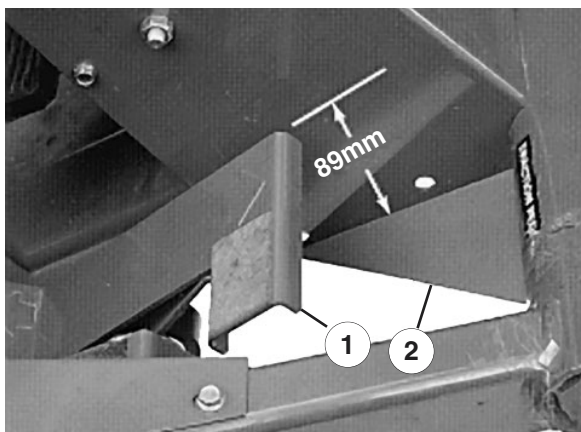
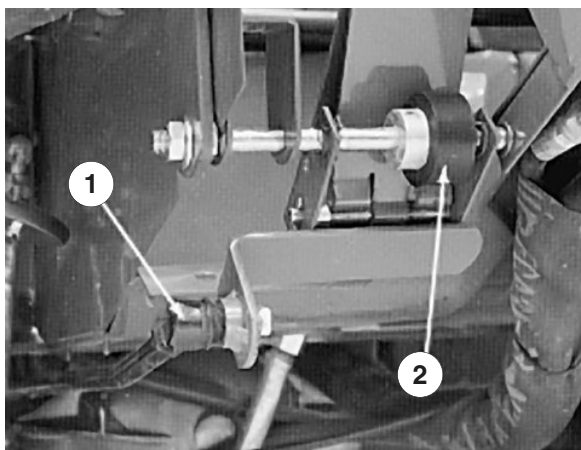

Figure 37
Figure 38
2. Appuyez sur l'avant de la pédale de déplacement pour en vérifier la course. Il doit subsister un espace de 89 mm entre l'extrémité de la pédale et la plaque de plancher lorsque la pédale est complètement enfoncée (Fig. 37). Régler la tige de commande (Fig. 38) pour obtenir l'écartement voulu.
1. Desserrez les deux écrous de fixation de l'axe de la pédale de déplacement situés à droite de la pédale (Fig. 38).